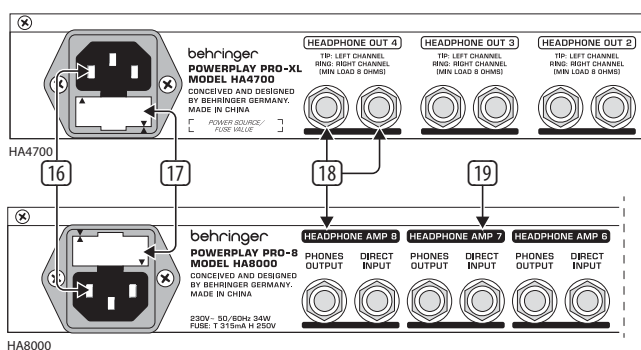

Bild 2.3: Nätanslutning, säkringshållare och hörlursutgångar
- DIRECT IN-uttaget tar emot ytterligare stereokallor. Hos HA4700 är den signal som går in via DIRECT IN likvärdig med MAIN-signalen. HAB000 har en separat DIRECT INPUT (19) (se Bild 2.3) för varje kanal. Hos den modellen avbryts den inmatade MAIN-signalen automatiskt när den har ingången belägs.